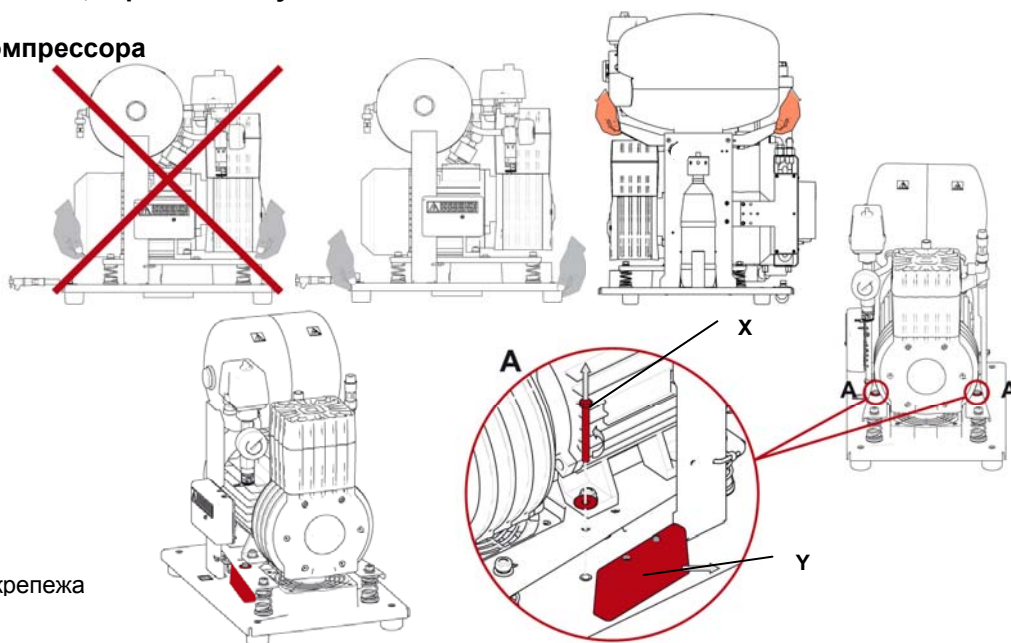

Рис.8 Ослабление крепежа
Дентальный компрессор с основанием DK50 Z, DK50-10 Z, DK50-10 Z/M, DK50 PLUS, DK50 PLUS/M (Рис.8) Изделие после распаковки необходимо поставить основанием на пол помещения, снять упаковочные материалы и удалить крепежные детали (X,Y) - деталь А. Выходной напорный шланг, шланг стока и шнур подвода электричества направить в задней части компрессора по направлению от компрессора.
Дентальный компрессор в шкафчике DK50 S, DK50-10 S (Рис.5, Рис.8) Изделие после распаковки необходимо поставить основанием на пол помещения, снять упаковочные материалы и удалить крепежные детали (X,Y) - деталь А. Выходной напорный шланг, шланг стока и шнур подвода электричества направить в задней части компрессора по направлению от компрессора. На компрессор сверху надеть шкаф таким образом, чтобы передняя панель шкафчика была направлена к передней части компрессора, а содержимое шкафчика бы фиксировало основание по его контуру. Проверить, правильно ли выведены напорный шланг, шланг стока и электрический шнур через заднее отверстие в шкафчике. Шланг стока со сточным клапаном закрепить в держателе задней стены шкафчика.
Дентальный компрессор в шкафчике DK50-10 S/M (Рис.5, Рис.8) Изделие после распаковки необходимо поставить основанием на пол помещения, снять упаковочные материалы и удалить крепежные детали (X,Y) - деталь А. Выходной напорный шланг, шланг стока и шнур подвода электричества направить в задней части компрессора по направлению от компрессора. На компрессор сверху надеть корпус шкафчика, подсоедините гибкий вал к кнопке управления, зафиксируйте винтом и прикройте корпус шкафчика верхней крышкой согласно рисунку. Проверить, правильно ли выведены напорный шланг, шланг стока и электрический шнур через заднее отверстие в шкафчике. Шланг стока со сточным клапаном закрепить в держателе задней стены шкафчика.
Дентальный компрессор в шкафчике DK50 PLUS S (Рис.6, Рис.8) Изделие после распаковки необходимо поставить основанием на пол помещения, снять упаковочные материалы и удалить крепежные детали (X,Y) - деталь А. На шкафчике компрессора установите 2 стеновых упора (28) в задней верхней части шкафчика и поставьте шкафчик на требуемое место. Упоры обеспечивают достаточное расстояние шкафчика от стены для необходимой вентиляции. Для установки компрессора в шкафчике необходимо открыть дверки на шкафчике с помощью ключа и снять соединительное ребро жесткости (27) в передней нижней части шкафчика. В случае необходимости можно демонтировать дверки с помощью дверных петель (32). Напорный шланг необходимо продеть через отверстие в шкафчике и надлежащим способом подсоединить к электроприбору. Компрессор поднять за ручку и с помощью встроенных колес (33) установить в шкафчике. Трубку манометра шкафчика установите в быстросоединительном элементе на компрессоре, наденьте опять соединительное крепление (27) и подсоедините напорный шланг к компрессору. Шнур электропривода компрессора вставьте в розетку (34) на шкафчике. Поворачивая корректирующие винты (44), установить правильное положение дверей по отношению к раме шкафчика. При закрытии дверей должен штырь на дверях (45) легко попасть в отверстие в раме шкафчика. Закройте дверцы шкафчика и надлежащим образом замкните замок (26). Подсоедините вилку сетевого электрического привода к сетевой розетке. **Запрещается оставлять ключ в замке! Необходимо хранить его вдали от лиц, не прошедших инструктаж!**
Дентальный компрессор в шкафчике DK50 PLUS S/M (Рис.6, Рис.8) Вынув изделие из упаковки, установите его основанием на пол помещения, распакуйте из упаковочного материала и удалите крепежные элементы (X,Y) - деталь А. Компрессор расположить в шкафчике таким же образом, как в предыдущем абзаце. Перед установкой компрессора в шкафчике необходимо продеть трубку для слива конденсата через отверстие в шкафчике и подсоединить к бутылке (22). Магнитный держатель (31) с емкостью (22) для сбора конденсата из сушилки можно установить по бокам шкафчика или спереди на его дверках. При установке держателя с чашей сбоку шкафчика необходимо оставлять не менее 11 см между шкафчиком и мебелью. Меньшее расстояние, чем указанное, может привести к проблемам при манипуляции с чашей.